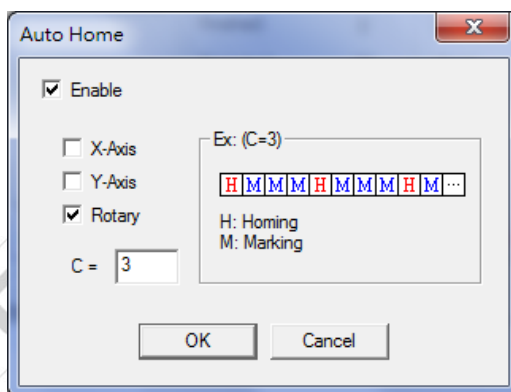

図 1.6.04
**Auto Home:** このボタンをクリックすると、図1.6.04のようなダイアログボックスが表示されます。ユーザが使用する軸を選択し、"C"値を設定できるようにするには、"Enable"ボックスをチェックします。Cは、選択された軸が特定の時間をマークした後に自動的にホームを実行することを意味します。例えばC = 3とすると、マーキングの開始時にシステムはホームに戻り、マーキングの3回後にシステムは再びホームに戻ります。この機能を有効にすると、 の図が  になります。